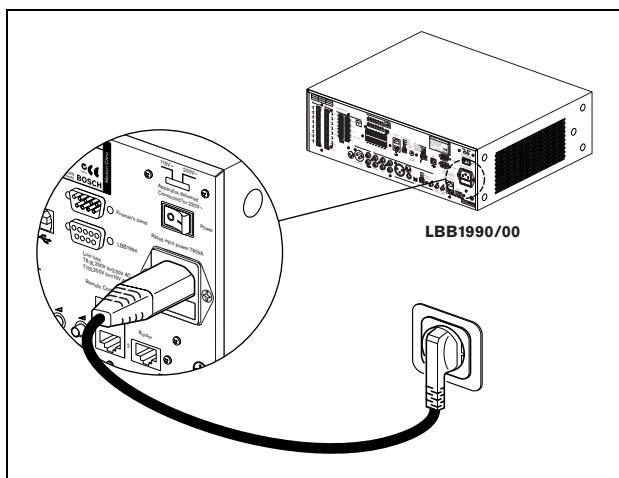

figura 3.17: Collegamento del cavo di alimentazione
- 3 Collegare all'unità di controllo dell'allarme vocale un cavo di alimentazione conforme alle normative locali (vedere figura 3.17).
- 4 Collegare il cavo di alimentazione ad una presa a norma (vedere figura 3.17).